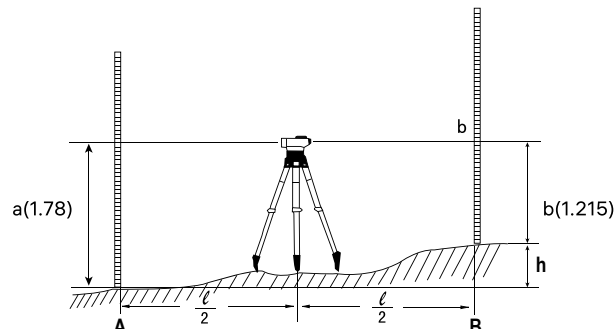

Rysunek 2
- Zdejmij osłonę okularu (12). Skieruj przyrząd na jasny obiekt lub przytrzymaj białą kartkę papieru przed soczewką obiektywową (7), następnie obracaj pokrętko regulacji ostrości okularu (13), aż czarny krzyż stanie się dobrze widoczny.
- Skieruj przyrząd na tętę niwelacyjną. W razie potrzeby użyj celownika przeziernikowego (6), aby ułatwić ustawienie przyrządu na celu.
- Obracaj pokrętko regulacji ostrości (5), aż podziały na łacie niwelacyjnej będą dobrze widoczne (Rys. 2).
- Ustaw krzyż dokładnie na środku łaty niwelacyjnej, obracając śrubę regulacji w płaszczyźnie poziomej (8).